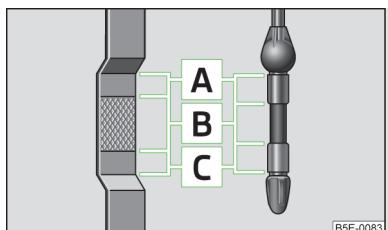

Fig. 184
- ¡Si el nivel de aceite se encuentra por encima de la zona **A**, » fig. 184 de la página 229  no siga conduciendo! Pare el motor y recurra a la asistencia de un taller especializado.
La varilla de nivel de aceite indica el nivel del aceite del motor »fig. 184».
El nivel de aceite no debe sobrepasar nunca la zona **A** » fig. 184. ¡Existe riesgo de daños en el sistema de gases de escape!